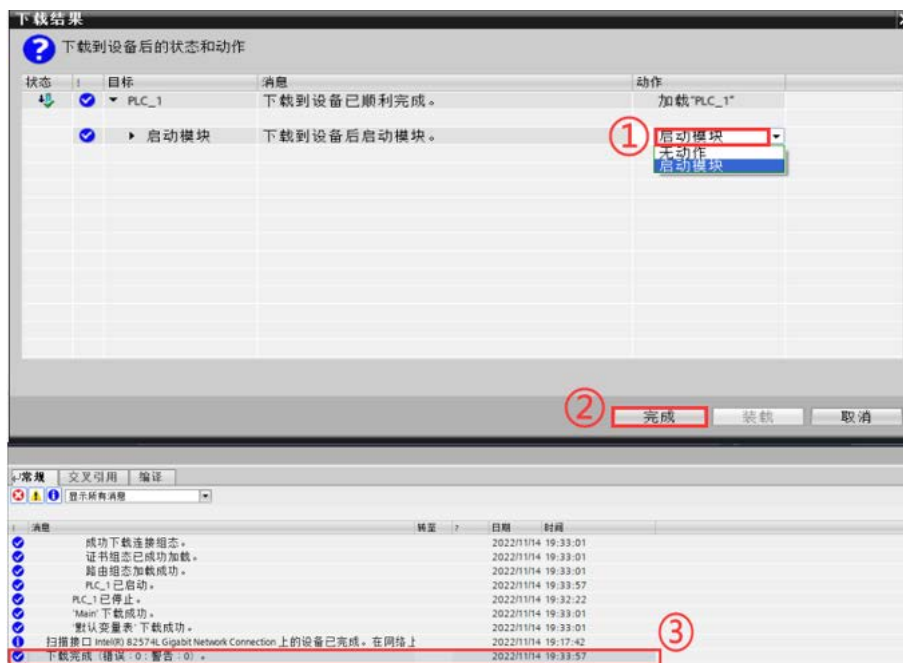

图 3.17 下载 PLC 组态配置（五）
5. 在完成下载后，如需启动模块则在下载结果窗口选择【全部启动】选项，然后点击【完成】按钮关闭窗口，同时在信息栏内看到下载完成的提示，如图 3.17 所示。